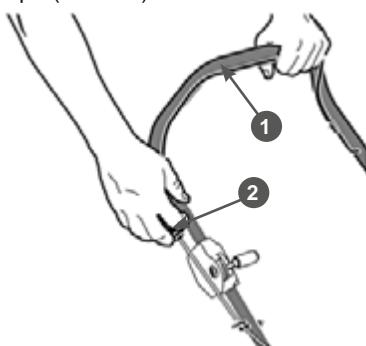

Рис. 17 Запуск двигателя
- Встаньте позади газонокосилки. Левой рукой нажмите на рычаг 1 остановки двигателя и удерживайте его, а правой рукой возьмите ручку 2 стартера (Рис. 17).